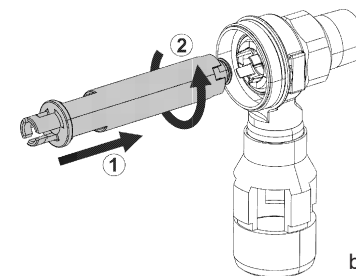

bild 4
- Med andra sidan av underhållsverktyget, ta bort backventilen från huset. För in verktyget igen och vrid RV moturs (bild 4).